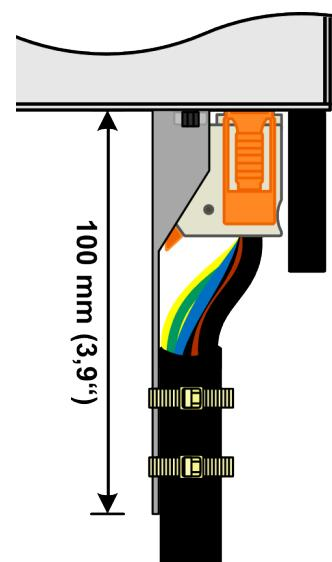

Bild 13 - Fertig montierte Zugentlastung
3. Das AC-Kabel mit dem Stecker einstecken und, von oben gesehen, längs am Haltewinkel vorbeiführen und mit mindestens einem, besser jedoch beiden mitgelieferten Kabelbindern fixieren. Siehe *Bild 13*.